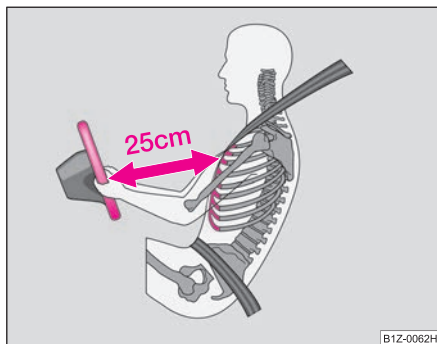

Fig. 128 Distanța sigură față de volan
- Între conducător și volan trebuie să existe o distanță de cel puțin 25 cm ⇒ fig. 128. Dacă nu se respectă această distanță, sistemul airbag nu își poate exercita eficiența maximă – Pericol!